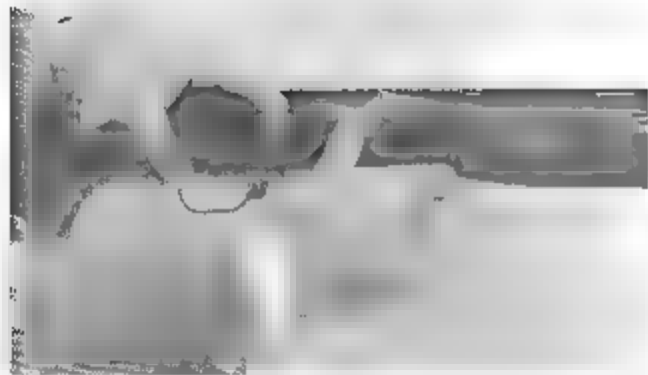
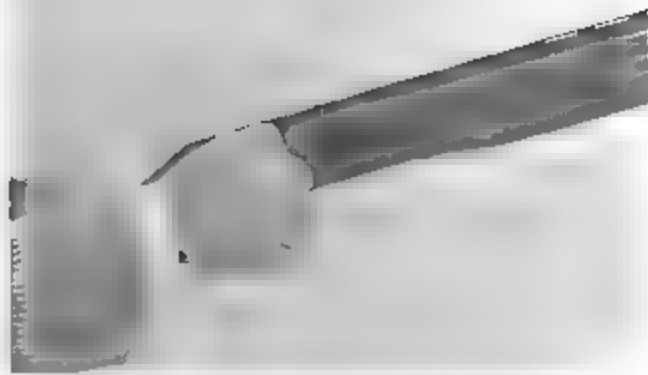

Fig. 18
Fig. 19
Portare l'otturatore in apertura e, trattenendolo in tale posizione tramite la manetta, introdurre una cartuccia in canna attraverso l'apposita finestra di espulsione (fig. 18). Lasciare poi la manetta in maniera che l'otturatore, scorrendo in avanti, incastri completamente la cartuccia arrestandosi in posizione di chiusura.
Open the bolt by pulling back the bolt lever while holding it open, slide a round through the breach port (fig. 18). Let go the lever. The bolt will slide forward, thus fully chambering the round and locking with the breech.
Amener l'obturateur en position d'ouverture et, en le maintenant dans cette position au moyen de la manette, introduire une cartouche dans le canon à travers la fenêtre d'éjection prévue à cet effet (fig. 18). Lâcher ensuite la manette de façon à ce que l'obturateur, en coulisant vers l'avant, incorpore complètement la cartouche en s'arrêtant à la position de fermeture.
serire la sicura dell'arma, appoggiare il calcio su l'anca ed aprire manualmente l'otturatore tirando la maniglia (fig. 19). La cartuccia in camera viene così estratta ed espulsa dall'arma. Introdurre anche parzialmente in canna la nuova cartuccia attraverso l'apposita finestra di espulsione (fig. 18) prima di lasciare la maniglia in maniera che l'otturatore, scorrendo navanti, incameri completamente la nuova cartuccia arrestandosi in posizione di chiusura (fig. 12).
- rest the butt of the stock on your hip and open the bolt by pulling back on the bolt lever (fig. 19). The round in the chamber will thus be ejected by the extractor. Insert the new round through the breech port (fig. 18) before easing the bolt lever back forward, allowing the bolt to close again and fully chamber the round (fig. 12).
- appuyer la crosse sur la hanche et ouvrir l'obturateur à la main en tirant la manette (fig. 19); la cartouche qui se trouve dans la chambre est ainsi extraite et éjectée de l'arme.
- introduire même partiellement une nouvelle cartouche dans la chambre à travers la fenêtre d'éjection (fig. 18), avant de lâcher la manette de manière à ce que l'obturateur, en couissant vers l'avant, incorpore complètement la nouvelle cartouche et s'arrête à la position de fermeture (fig. 12).